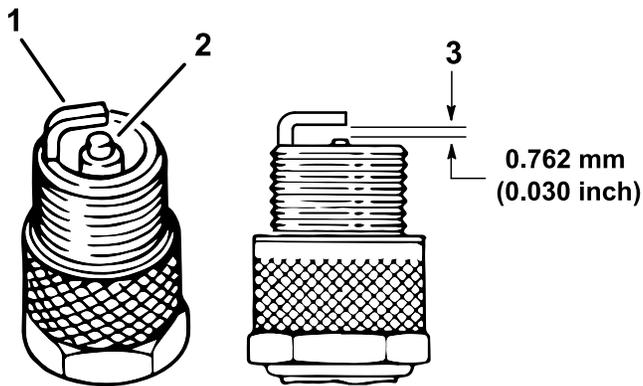

图 43
4. 检查侧电极、中心电极和中心电极绝缘体的状况确保没有任何损坏图 43。
5. 如图 43 所示将中心电极与侧电极之间的空隙设置为 0.76mm。